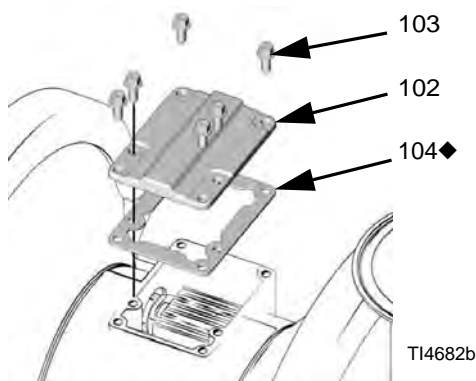

FIG. 6
2. Con un cacciavite Torx (T20) o una chiave fissa a tubo da 7 mm (9/32 in.), rimuovere le sei viti (103), la copertura della valvola dell'aria (102) e la guarnizione (104). Vedere FIG. 6.